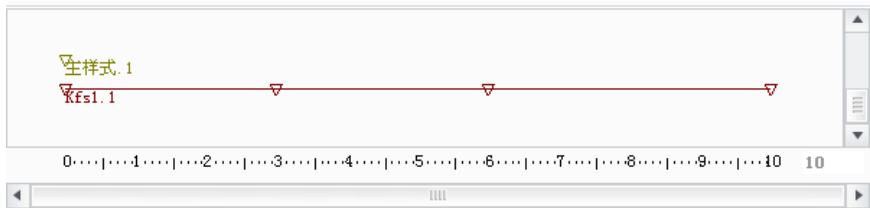

图 10.2.40 时间域
(2) 单击“定时样式”对话框中的应用按钮，定时显示事件“主样式 1”出现在时间线中，如图 10.2.40 所示。